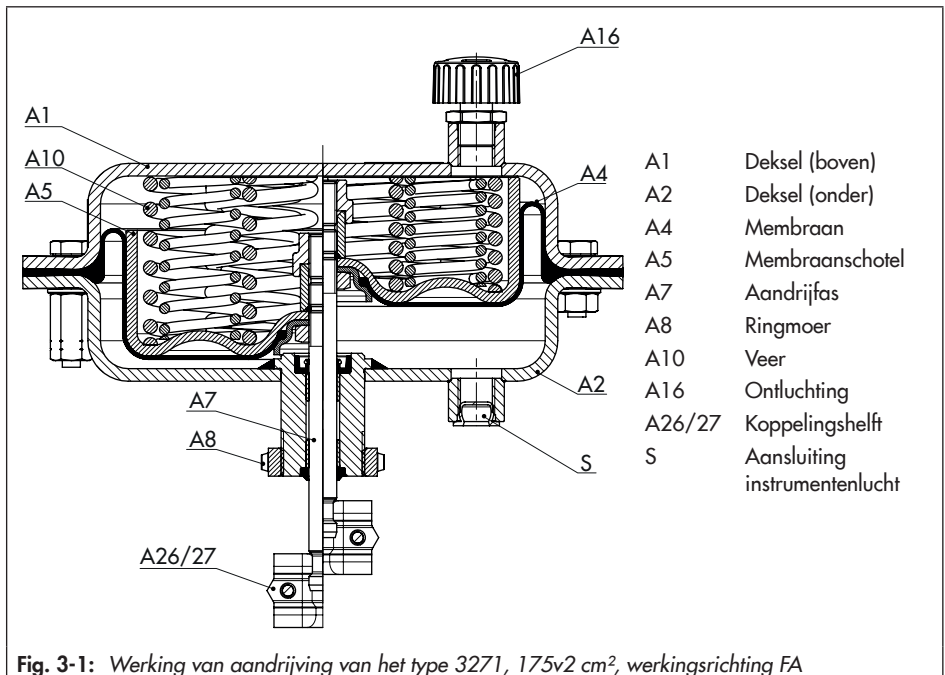

Fig. 3-1: Werking van aandrijving van het type 3271, 175v2 cm2, werkingsrichting FA
In essentie bestaat de aandrijving uit twee deksels (A1, A2), het membraan (A4) met de membraanschotel (A5) en de veren (A10), zie Fig. 3-1.
Bij de uitvoering 'Aandrijf-as uitgaand door veerkracht FA' wordt de regeldruk via de onderste aansluiting instrumentenlucht (S) naar de onderste membraankamer geleid en beweegt de aandrijf-as (A7) tegen de veerkracht in omhoog (zie Fig. 3-1).